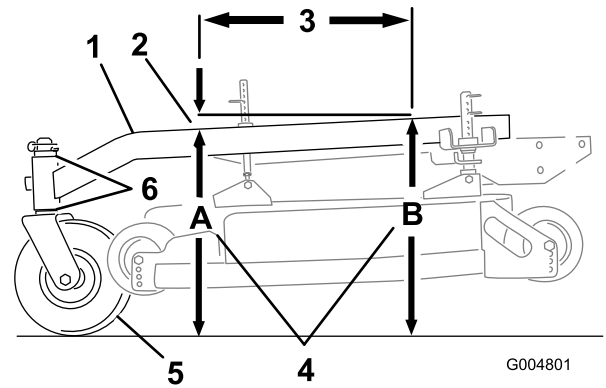

Bild 56
2. Messen Sie die Höhe des Trägerrahmens an Stelle **A** (Bild 56).
3. Messen Sie die Höhe des Trägerrahmens an Stelle **B** (Bild 56).
4. Die Höhe an Stelle **A** muss 3–10 mm niedriger sein als an Stelle **B** (Bild 56).
5. Bewegen Sie bei einer falschen Einstellung des Trägerrahmens die Distanzstücke an den Laufrädern, bis eine Neigung von 3 bis 10 mm besteht (Bild 56). Verlegen Sie die Distanzstücke von oben oder unten, um die korrekte Neigung herbeizuführen.
Über die Länge von 61 cm muss der Trägerrahmen eine Neigung von 3 bis 9 mm aufweisen (Bild 56).
1. Messen Sie eine Länge von 61 cm auf dem Trägerrahmen (Bild 56).